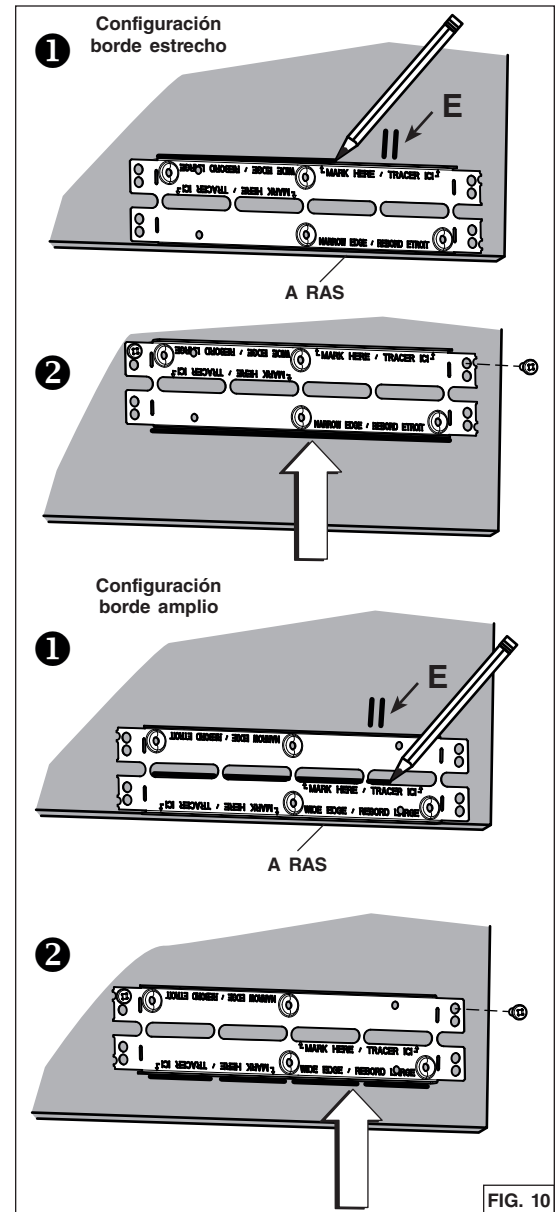

FIG. 10
5. Localizar los ganchos Ease of Install en la unidad (distancia determinada a partir del borde delantero, FIG. 9). Insertar temporalmente la unidad en el gabinete y a la vez que mantiene la unidad, marcar la ubicación de los ganchos Ease of Install (correspondiente a **E** en FIG. 10 en la página siguiente) en ambos lados del gabinete. Retirar la unidad.
6. Instale los soportes de gabinete como sigue (FIG. 10):
- 1 Coloque el soporte a ras con la parte inferior del panel derecho del gabinete, centrando la marca de la ubicación de los ganchos (E) entre los orificios inferiores en relieve. Para la configuración del borde estrecho, trace una línea encima del soporte. Para la configuración del borde amplio, rase una línea a la base de las ranuras centrales.